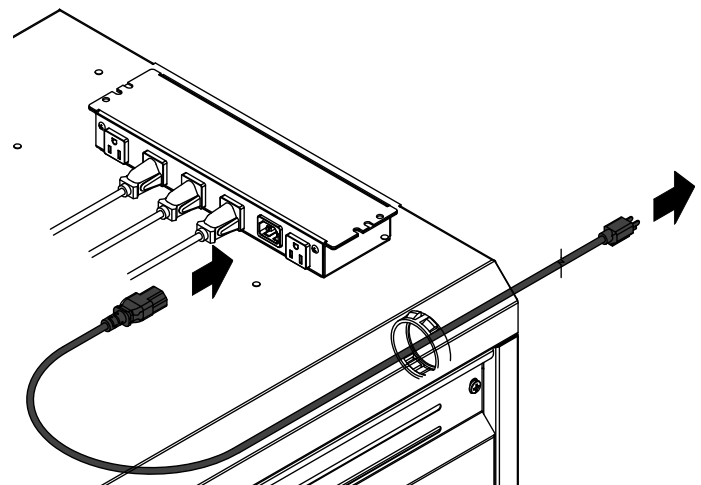

Figure 1.3
6. Plug power cord into timer/switch. **Figure 1.3.**
6. Branchez le cordon d'alimentation dans la minuterie ou l'interrupteur. **Figure 1.3.**
6. Enchufe el cable de alimentación en el temporizador o en el interruptor. **Ilustración 1.3.**